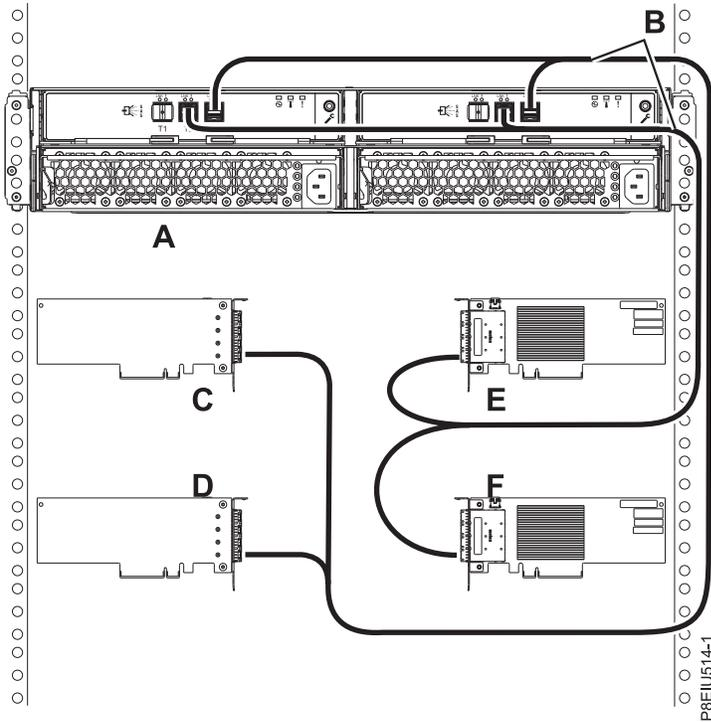

Figure 20. Connexion de mode 4 d'une armoire de stockage ESLL ou ESLS avec des câbles X12 à quatre adaptateurs SAS FC EJ0J ou FC EJ0M indépendants
20. Etablissez une connexion de mode 4 d'une armoire (A) avec des câbles X12 (B) à quatre adaptateurs SAS FC EJ0J ou FC EJ0M indépendants, comme illustré dans la figure 20, à la page 23, puis passez à l'étape «Connexion des câbles et des cordons d'alimentation et installation des capots», à la page 24.